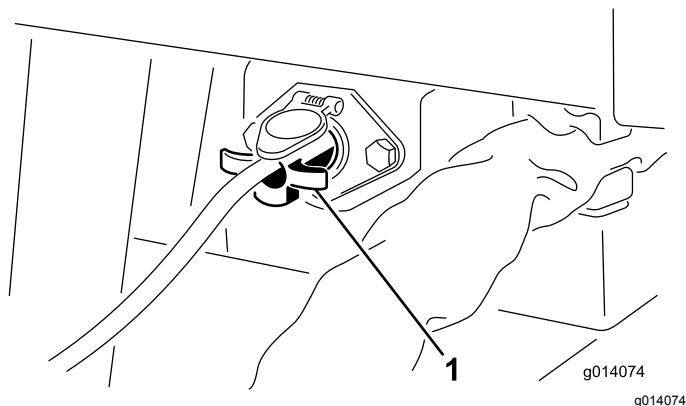

Figure 9
- Sur les modèles SH, branchez le boîtier de commande (côté à 4 broches) à la prise située dans le coin avant gauche de la machine (Figure 9).